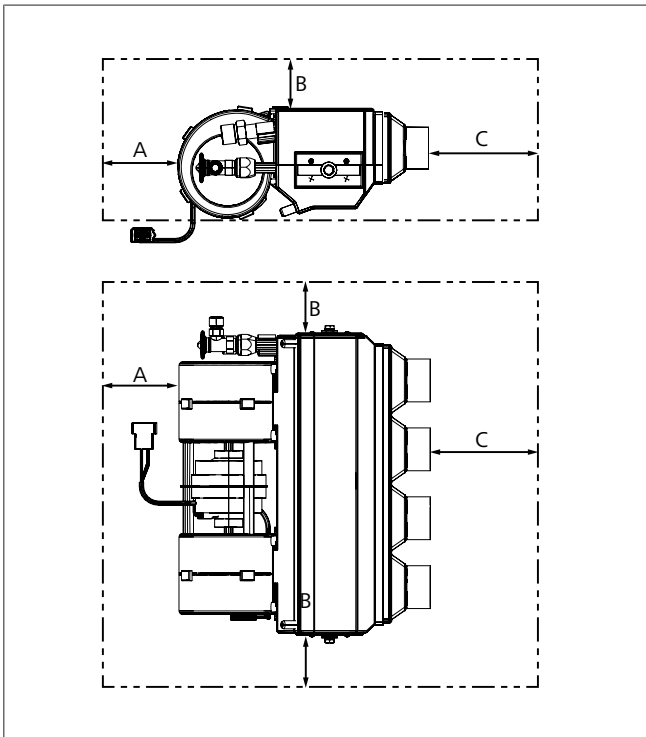

Abb. 13 Mindestabstand
- Halten Sie die Mindestabstände gemäß Abb. 13 ein.